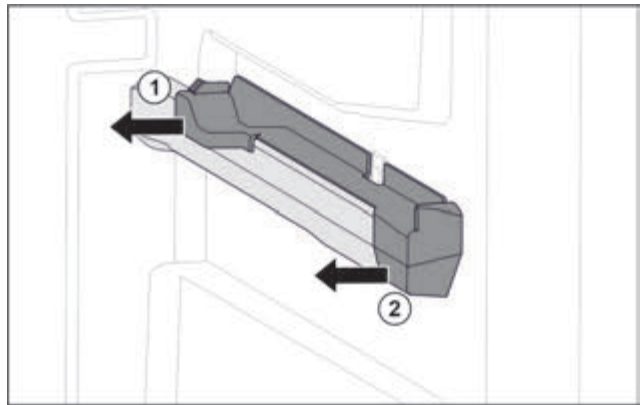

Fig. 107 Вставна частина на правому ребрі для резервуару
- ▶ Відсунути вставну частину назад вбік. Fig. 107 (1)
- ▶ Відсунути вставну частину вперед вбік. Fig. 107 (2)